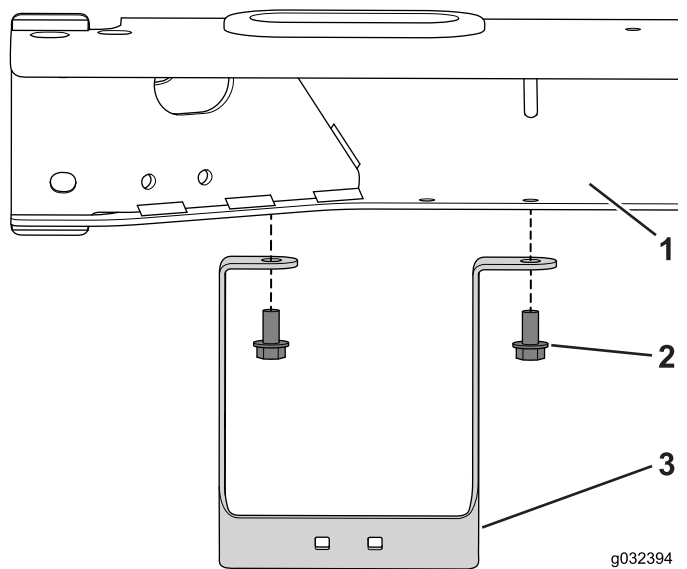

Figura 17
- Utilice los 2 pernos (5/16" x 5/8") para instalar el soporte en el bastidor (Figura 17).